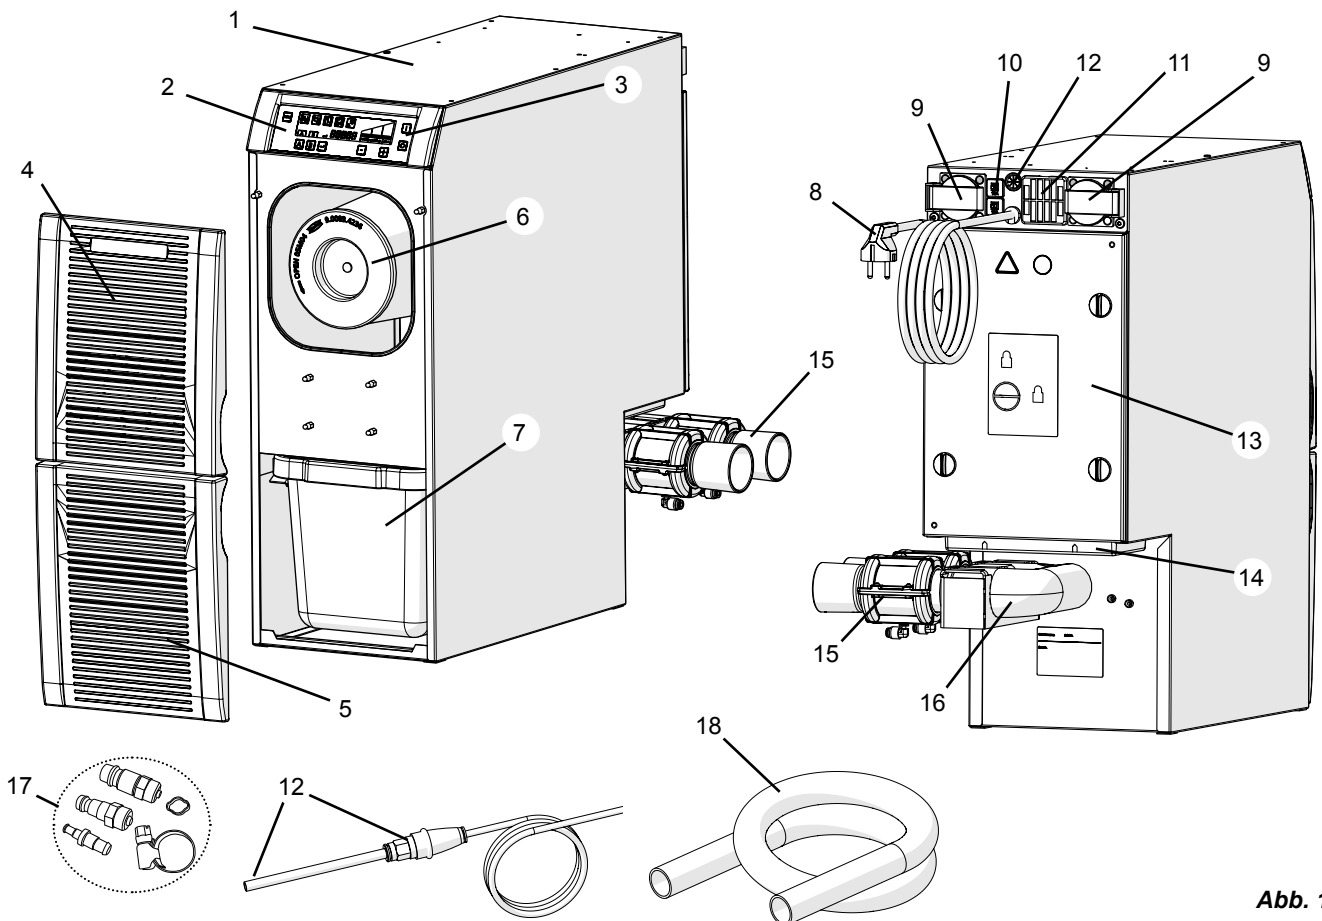

Abb. 1
- der Abluftaustritt (14, Abb. 1) nicht behindert wird.
- ⇒ Gerät am Ein- / Aus- Schalter (3, Abb. 1) ausschalten.
- ⇒ Passende Schlauchkupplung aus beiliegendem Anschlusset (17, Abb. 1) auswählen und am Schlauchende anbringen.